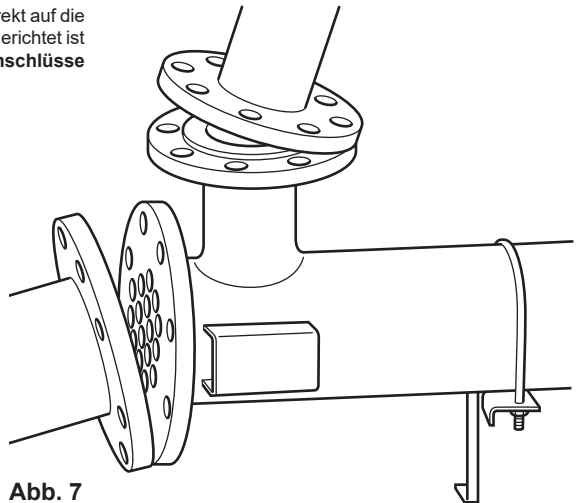

Abb. 7
4.7 Stellen Sie sicher, dass der Wärmetauscher auf einer ebenen Fläche stehen und korrekt auf die angrenzenden Rohranschlüsse ausgerichtet ist (Abbildung 7). **Richten Sie die Anschlüsse nicht gewaltsam aus!**